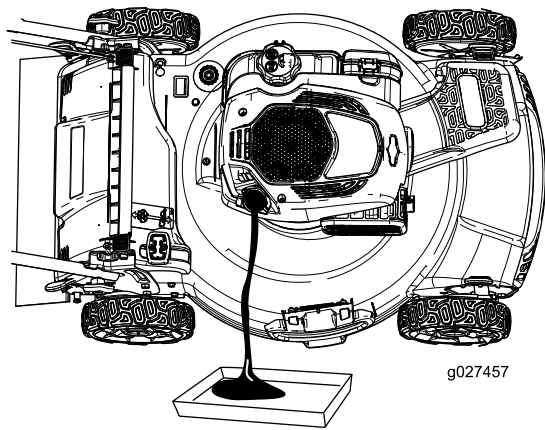

Figura 28
- Ponga la máquina de lado (con el filtro de aire hacia arriba) para drenar el aceite usado del tubo de llenado de aceite (Figura 28).